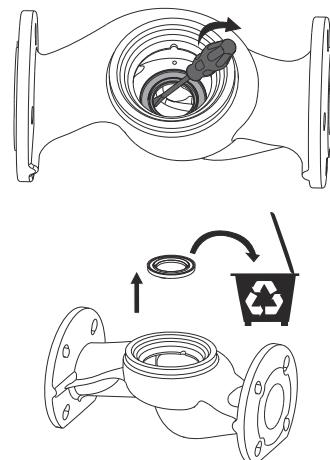

Рис. 3 Снятие и утилизация щелевого уплотнения
- Нанесите смазку, например, Rocol Sapphire Aqua-Sil, на винт хомута (92) и ослабьте винт.
- Извлеките головную часть насоса из корпуса насоса (6).
- Снимите хомут (92).
- Снимите щелевое уплотнение (45) и утилизируйте его. См. рис. 3.